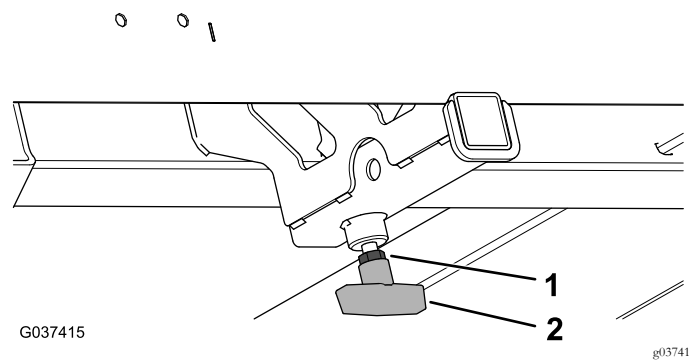

图10
9. 拧紧锁紧螺母 3/8 英寸使其完全贴紧 T 形手柄 图10。